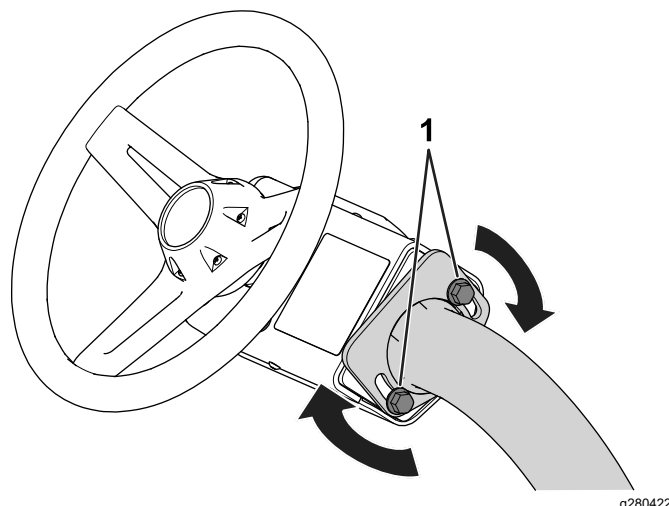

Рисунок 29
1. Ослабьте болты (Рисунок 29) крепления узла рулевого колеса к рулевой сошке.
3. Затяните болты (Рисунок 29), чтобы закрепить узел рулевого колеса в отрегулированном вами положении.